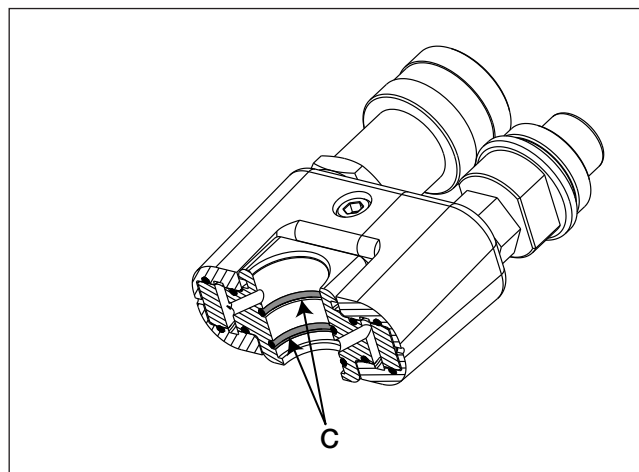

Figura 3, instalação do anel tipo O, bloco do manifold da conexão giratória
- Instale os dois novos anéis tipo O (C) do kit nas ranhuras do bloco do manifold da conexão giratória. Aplique lubrificante de silicone nos anéis tipo O antes de proceder à sua instalação. Veja os lugares indicados na figura 3.
- Após a instalação, aplique uma pequena quantidade de lubrificante de silicone em todos os anéis tipo O. Com cuidado coloque a nova conexão giratória TSP (B) no batente da conexão giratória (F).
- Instale um novo anel-mola retentor (A) do kit no batente da conexão giratória (F).